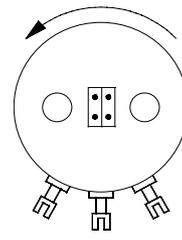

Abb.6
- Jumper "vertikal" platziert für Drehsinn gegen den Uhrzeigersinn (Abb.6).